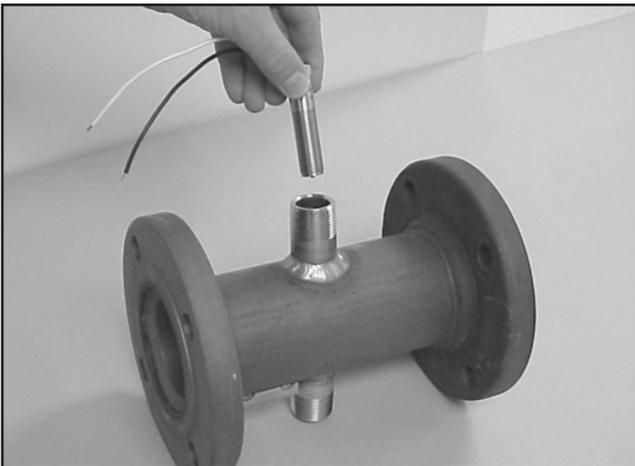

Figure 2
5. Enlever la boîte de jonction du débitmètre en tournant dans le sens antihoraire, figure 2.